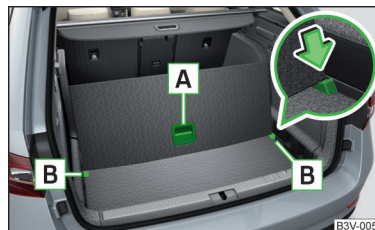

Fig. 138
- › Pentru **divizare**, ridicați podeaua variabilă de mânerul **A** și introduceți marginea din spate a podelei variabile a portbagajului în canalele **B** în sensul săgeții » fig. 138.